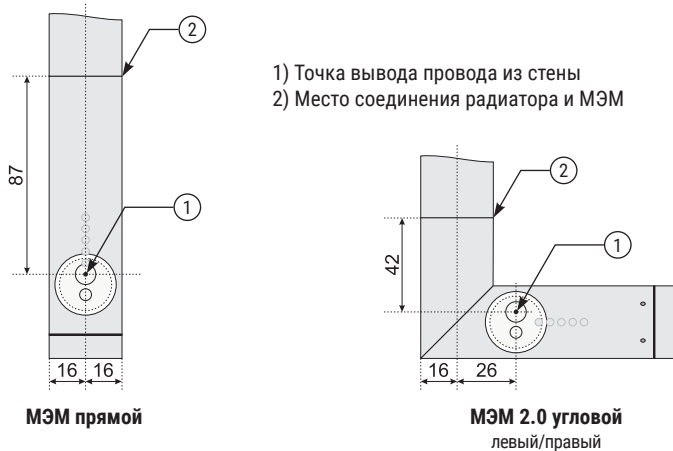

Рис.1
1.1. Для подключения через скрытую проводку многофункционального электрического модуля (МЭМ), необходимо заранее определить место для вывода электрического провода из стены. Для этого нужно воспользоваться ориентировочными размерами, предоставленными в данной инструкции (рис.1).